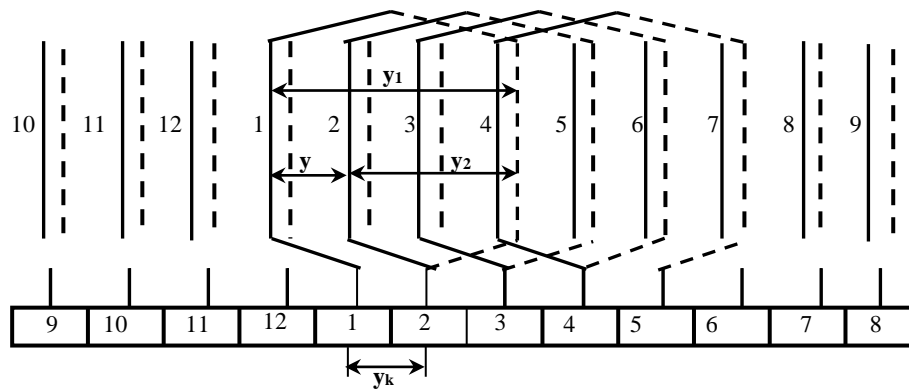

Рис. 1.3
4. Начертить вторую секцию обмотки. Расположить её на якоре так, чтобы начало второй секции присоединялось к концу первой (рисунок 1.3).